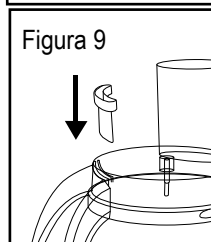

Figura 9
- 3a. Encaixe o bloqueador para não ejetar para fora para fechar a saída para não ejetar os alimentos e manter dentro do recipiente do acessório (Figura 9).